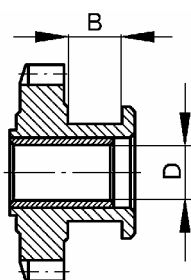

Рис.12.
4.2.11 Шестерня 2110 – 1701080 заднего хода промежуточная в сборе, рис. 12.